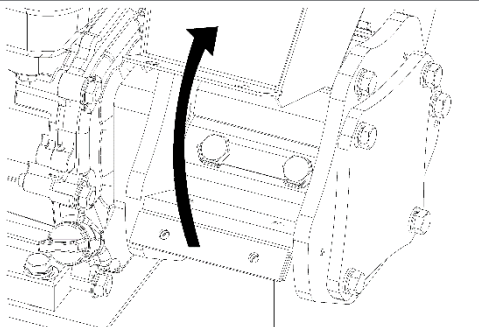
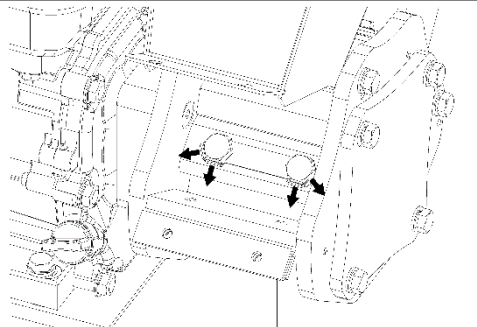

Рисунок 7
Рисунок 8
4. Откиньте вперед корпус загрузочного желоба (Рис. 7). Отогните отверткой четыре лапки стопорной пластины (Рис. 8).